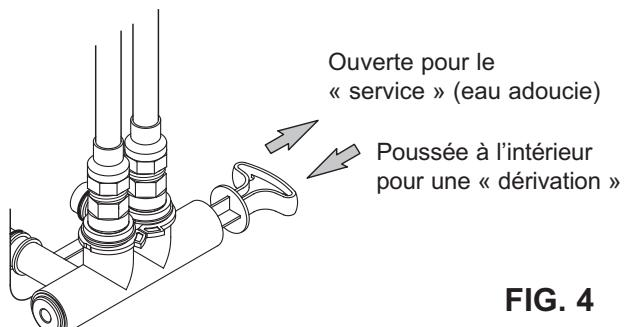
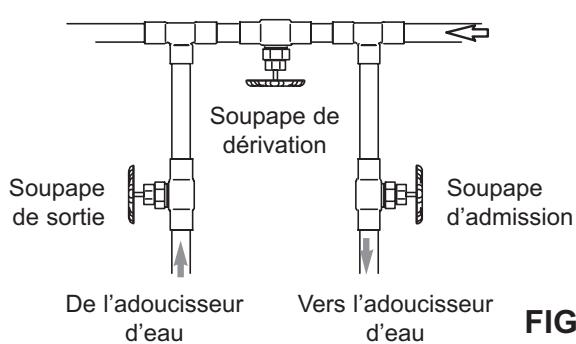

FIG. 4
FIG. 5
Installez une soupape de dérivation simple (inclus), de la manière illustrée à la figure 4, ou, si telle est votre préférence, le système de dérivation à trois robinets (pièces non incluses) en vous reportant à la figure 5. Les robinets de dérivation vous permettent de couper l'eau alimentant l'adoucisseur, au besoin, pour effectuer des travaux d'entretien tout en continuant d'avoir de l'eau dans les tuyaux.
2. Placez la soupape de dérivation (simple ou à trois robinets) en position de « dérivation ». Voir les figures 4 et 5.